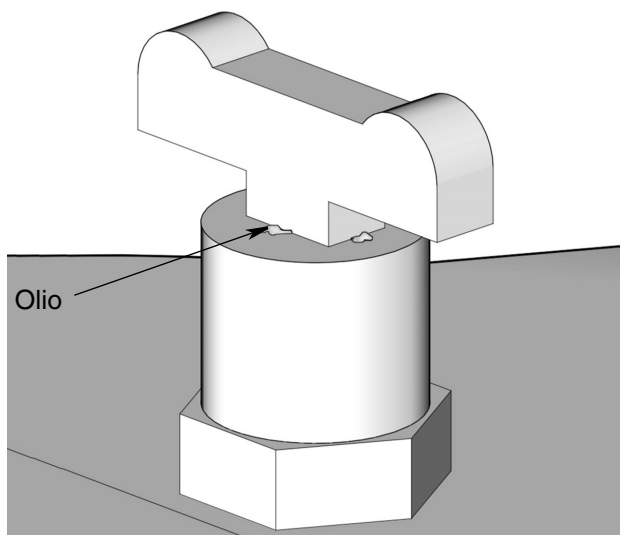

FIG. 6
1. Assicurarsi che la **linea di mandata (G)** sia collegata e che non vi siano linee aperte attraverso le quali l'olio possa fuoriuscire dall'**uscita della pompa (E)**.
2. Chiudere la **valvola di intercettazione di mandata (V)**.
3. Portare il **sistema/pompa di alimentazione dell'olio (DD)**.
4. Regolare la **valvola di riduzione della pressione (U)** per limitare la pressione di aspirazione dell'olio a 0,55 MPa (80 psi; 5,5 bar).
5. Aprire lentamente la **valvola di intercettazione di mandata (V)**.
6. Eliminare l'aria intrappolata nel serbatoio della pompa (K) aprendo lentamente il rubinetto (BB) finché non è possibile vedere l'olio fuoriuscire una volta scaricata tutta l'aria, come mostrato in FIG. 6.